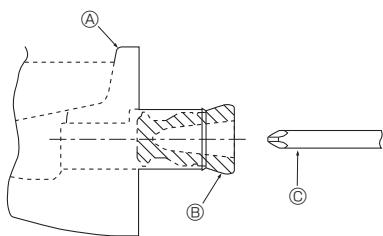

Fig. 5-1
- Para a tubagem da esquerda, introduza o bujão de borracha na porta de drenagem direita. (Fig. 5-1)
① Recipiente de drenagem
② Bujão
③ Insira o controlador, etc. na tomada até ao fundo.